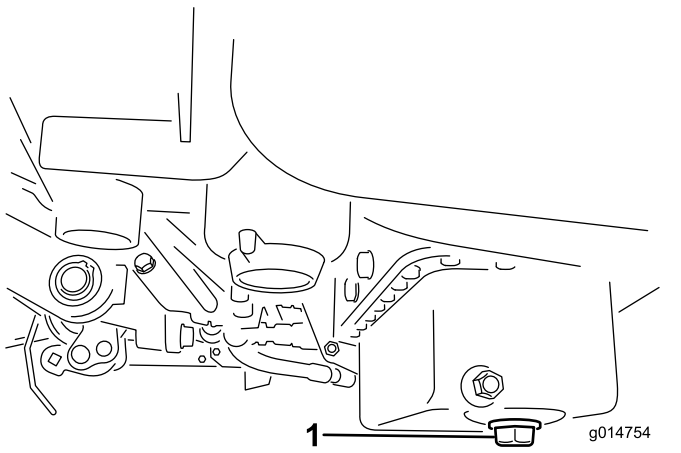

**Bild 37**
3. Öffnen Sie den Ablassschraube am Kraftstofffilter um ungefähr eine Umdrehung und lassen angesammeltes Wasser ablaufen (Bild 37).